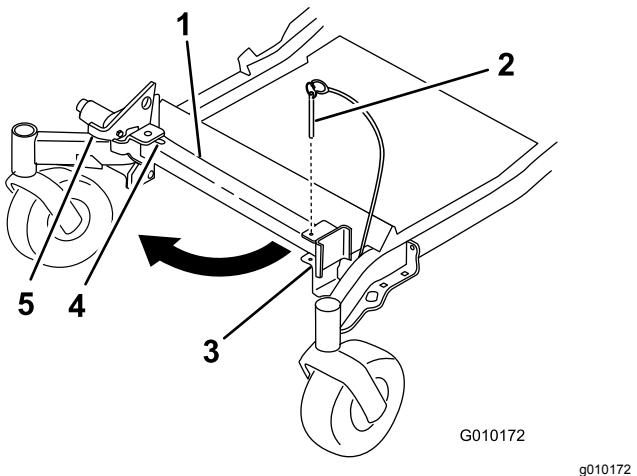
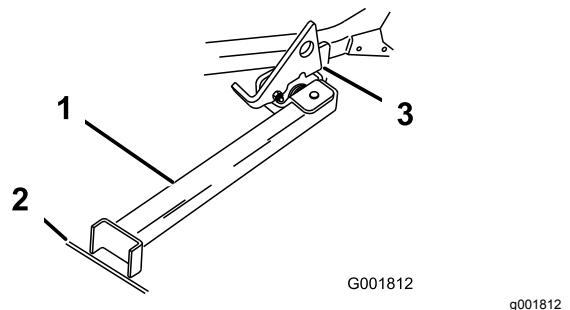

Figura 42
Figura 43
2. Retire o pino do suporte (Figura 42).
4. Rode o pé do apoio e deslize-o em direção à máquina, no fundo da ranhura (Figura 42 e Figura 43).
5. Coloque o pé do apoio no terreno e pouse o trinco na patilha rotativa (Figura 43).
**Nota:** Para obter melhores resultados, coloque o pé do apoio nos passeios ou na relva (Figura 43).
7. Conduza a máquina para o apoio. Pare quando o trinco passar pela patilha para posição bloqueada (Figura 43).
5. Coloque novamente o apoio na posição de descanso (Figura 42).